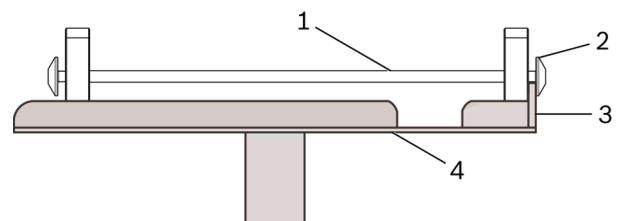

Figura 2: Supporto sulla piastra universale
3. Posizionare il supporto nella piastra universale del martinetto del motore e del cambio. Accertarsi quindi che le impugnature della boccola di sicurezza si innestino dietro il bordo anteriore della piastra universale come mostrato (vedere la figura 2).
- Posizionare e fissare il supporto esattamente come mostrato nel punto 3 e nella figura 2.